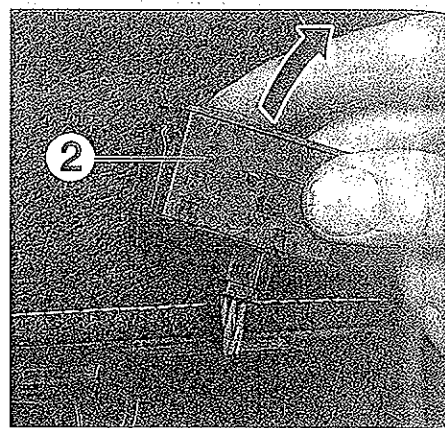

FIG. 51
- Desmontar la manivela de elevavinas retirando la grapa de sujeción o desmontar el mando (2) de elevavinas eléctrico y desconectarlo, según equipo (fig. 51).